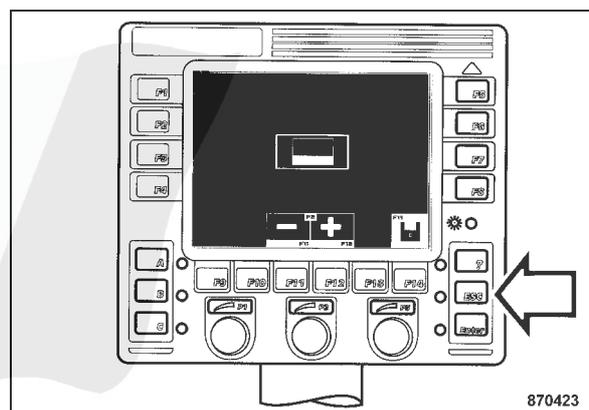

fig. 133
- Appuyer sur "ESC" (fig. 133) pour revenir dans l'écran d'accueil.